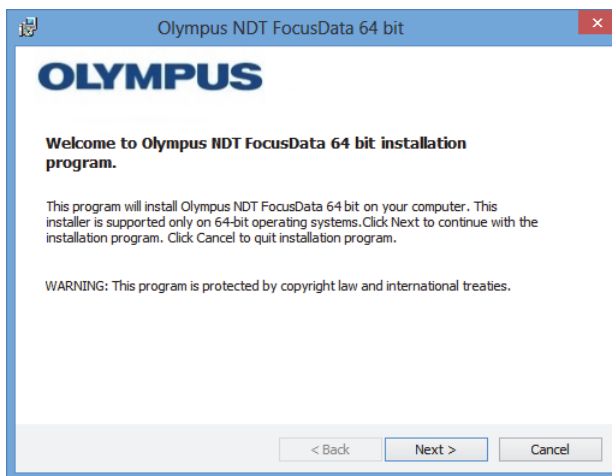

Рис. 1-5 Страница приветствия
4. На странице приветствия **Welcome** мастера установки нажмите **Next** [Далее] (см. Рис. 1-5 на стр. 18).